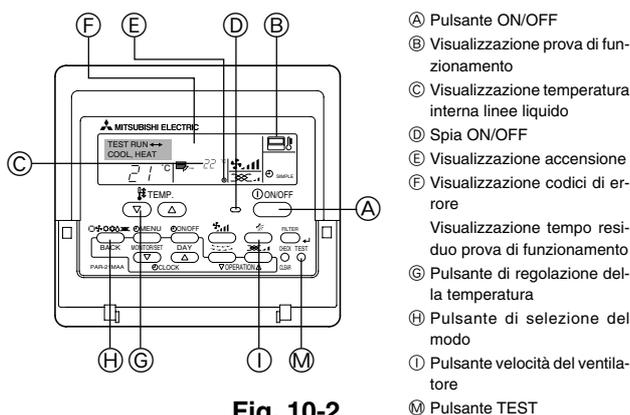

Fig. 10-2
10.3.2. Comando a distanza con filo (Fig. 10-2)
- ① Inserire l'alimentazione almeno 12 ore prima della prova di funzionamento.
- ② Premere due volte il pulsante [TEST]. ➔ Display a cristalli liquidi "TEST RUN"
- ③ Premere il pulsante [Mode selection] (selezione modalità). ➔ Accertarsi che il vento venga soffiato fuori.
- ④ Premere il pulsante [Mode selection] (selezione modalità) e passare alla modalità raffreddamento (o riscaldamento). ➔ Accertarsi che il vento freddo (o caldo) venga soffiato fuori.
- ⑤ Premere il pulsante [Fan speed] (velocità del vento). ➔ Accertarsi di commutare sulla velocità del vento.
- ⑥ Controllare il funzionamento del ventilatore della sezione esterna.
- ⑦ Rilasciare il pulsante della prova di funzionamento, premendo il pulsante [ON/OFF]. ➔ Stop
- ⑧ Registrare un numero di telefono.